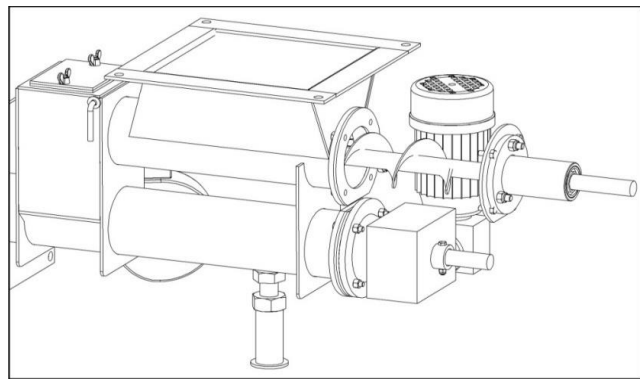

Fig 14. Scoaterea roților dințate de pe axe
- Scoateți axul cu șnec împreună cu lagărele de susținere (Fig 14).